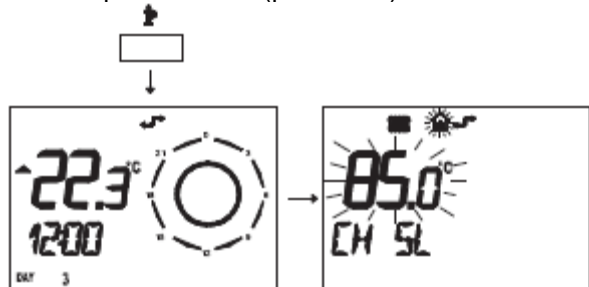

рис. 5.44
• Чтобы поменять настройку поверните ручку 2 (см. рис. 5.41 – рис. 5.42), установив её на выбранное значение режима работы насоса (на рис. 5.44 пример ручки, установленной на режим насоса ON); на дисплее LCD изображение P13 чередуется с 04.
• Жмите дольше, чем 3 секунды кнопку P, чтобы войти в режим INFO (рис. 5.44).